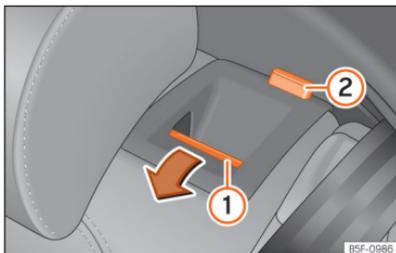

Abb. 95 Rücksitz: Rücksitzlehne vorklappen.
- Entriegelungstaste »» (Abb. 95) ① nach vorn drücken und gleichzeitig die Rückenlehne umklappen. Die Rücksitzlehne ist entriegelt, wenn die rote Markierung des Tasters ② sichtbar ist.